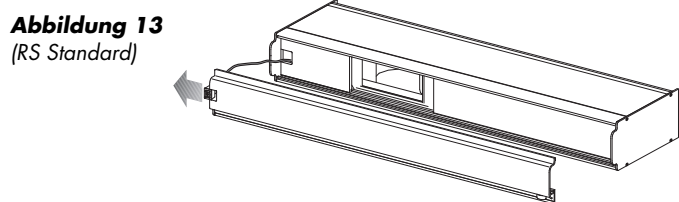

Abbildung 13
3. Abdeckung aus der Führungsschiene nehmen und Schalter seitlich aus der Abdeckung abziehen (Abb. 13).